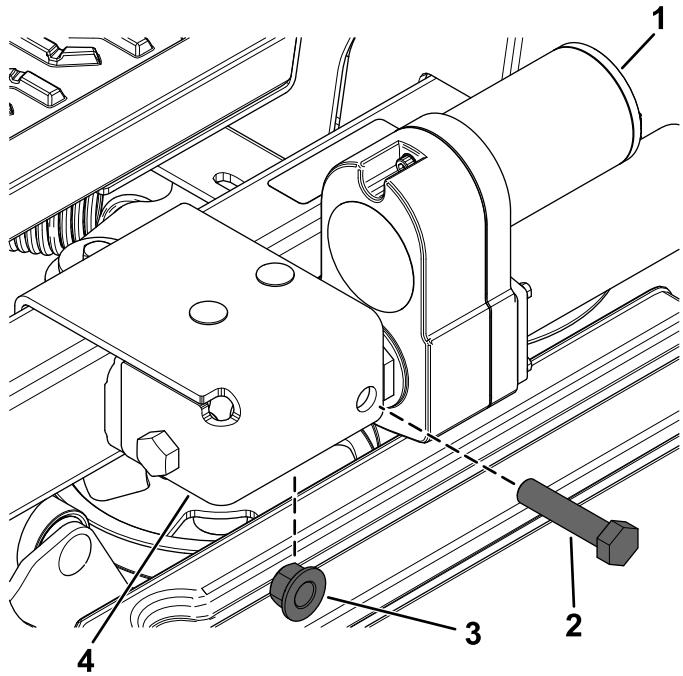

Figure 21
- Fixez l'actionneur sur son support extérieur à l'aide de 1 boulon à embase ($\frac{1}{2}$ " x $2\frac{1}{4}$ ") et 1 contre-écrou ($\frac{1}{2}$ "), comme montré à la Figure 21.